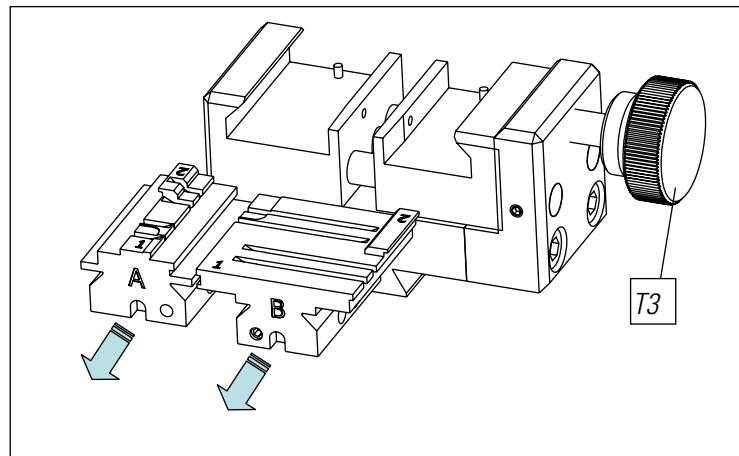

FIG. 20
- 2) Pousser la(les) griffe(s) avec les doigts depuis la partie arrière en tirant vers l'opérateur (Fig.20).